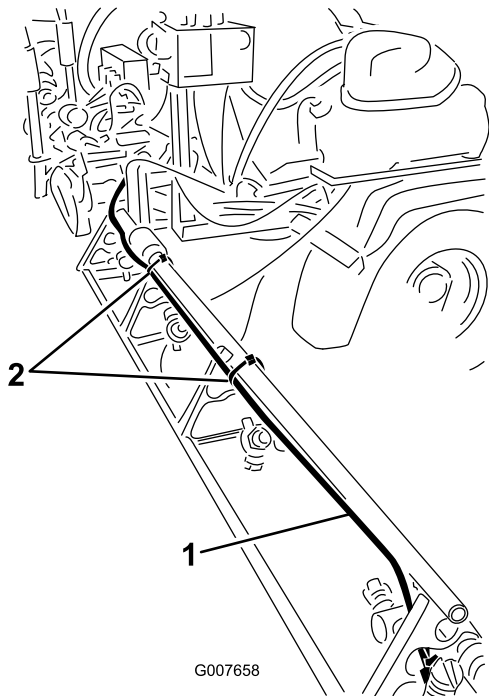

図 9
- A. 右側ブームで、上サポート・ポールに沿って泡ホースを取り付ける(図 9)。